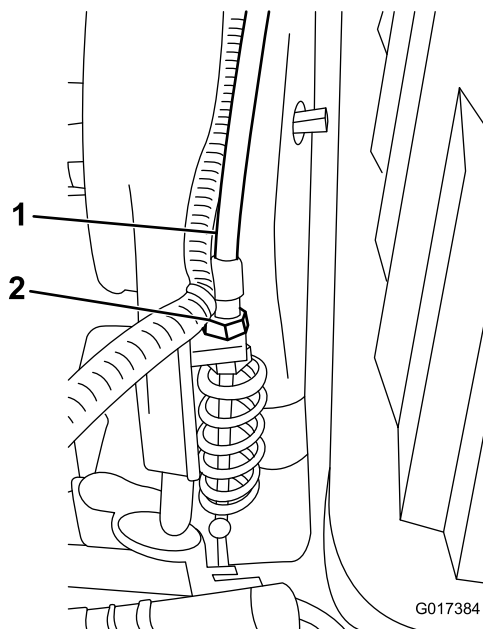

Figura 44
3. Sulla paratia della trasmissione, regolate il cavo di comando del cilindro (Figura 44) in modo da raggiungere una lunghezza della molla compresa tra 70,6 e 72,4 mm.